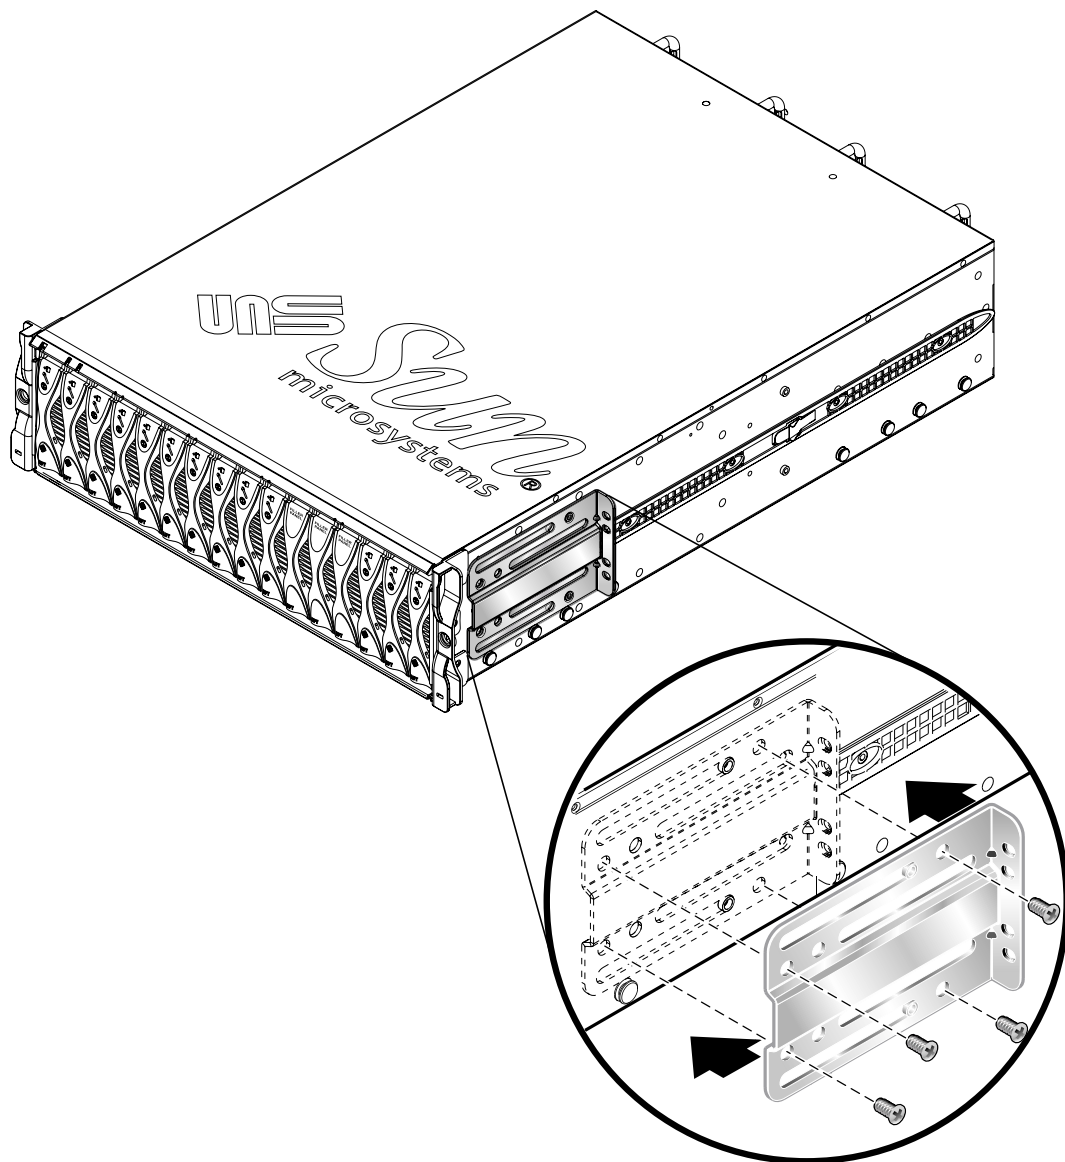

図 3-10 正面側の 2 ポスト固定部品のシステムシャーシへの取り付け (19 インチ 2 ポストトラック)
3. 正面側の固定部品をシステムシャーシに取り付けます (図 3-10)。